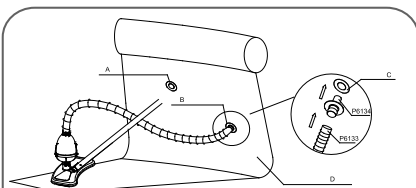
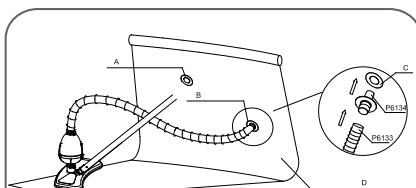

Fig. 7 / Abb. 7 / Kuva. 7 / EIK. 7 / Psc. 7 / Rys. 7 / 7. Ábra
Fig. 8 / Abb. 8 / Kuva. 8 / EIK. 8 / Psc. 8 / Rys. 8 / 8. Ábra
- For pool equipped with stopper plugs: remove the plug from inside of the pool's outlet valve and insert the hose adapter (P6134). Connect the vacuum hose (P6133) to the hose adapter (P6134). (See Fig.7 and See Fig.8)
- Para as piscinas equipadas com bujão: remova o bujão de dentro da válvula de saída da piscina e insira o adaptador da mangueira (P6134). Ligue a mangueira (P6133) ao adaptador da mangueira (P6134). (Veja Fig.7 e Fig.8)
- Para piscinas equipadas con tapones de tópe: quite el tapón desde dentro de la válvula de salida de la piscina e introduzca el adaptador de la mangueira (P6134). Conecte la mangueira (P6133) al adaptador de la mangueira (P6134). (Vea Fig.7 y Fig.8)
- Für Pools mit Stöpsel-Ausstattung: Entfernen Sie den Stöpsel aus dem Pool-Ablassventil und stecken Sie den Schlauchadapter (P6134) ein. Schließen Sie den Schlauch (P6133) an den Schlauchadapter (P6134) an. (Siehe Abb.7 und siehe Abb.8)
- Voor zwembaden uitgerust met stoppen: haal de stop uit de uitlaatklep van het zwembad en monteer de slangadapter (P6134). Sluit de slang (P6133) aan op de slangadapter (P6134). (Zie Fig.7 en Zie Fig.8)
- Per piscine con tappi: estrarre il tappo dalla valvola di uscita della piscina e inserire l'adattatore per tubo flessibile (P6134). Collegare il tubo flessibile (P6133) al relativo adattatore (P6134). (Vedere Fig. 7 e 8).
- Pour les piscines équipées de bouchons d'arrêt : enlevez le bouchon de l'intérieur de la valve d'évacuation de la piscine et insérez l'adaptateur de tuyau (P6134). Fixez le tuyau (P6133) à l'adaptateur (P6134). (Voir Fig.7 et Fig.8)
- Для бассейна с пробкой: выньте пробку из выпускного клапана бассейна и вставьте переходник шланга (P6134). Присоедините шланг (P6133) к переходнику шланга (P6134). (См. Рис.7 и 8)
- W przypadku basenu wyposażonego w korki zatykające: usuń zatyczkę z zaworu sphywowego i włóż złącze węzła (P6134). Podłącz wąż (P6133) do złącza węzła (P6134). (Zob. Rys.7 i Rys.8)
- För pooler som är utrustade med stoppluggar: ta bort stoppluggen från insidan av poolens utmatningsventil och sätt i slangadaptern (P6134). Koppla slang (P6133) till slangadaptern (P6134). (Se Fig.7 och Fig.8)